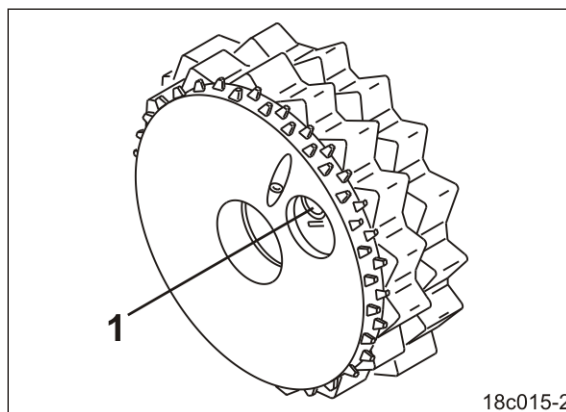

Fig. 119
1. Das Normalsärad soweit von Hand auf der Säwelle verdrehen, bis der Stift (Fig. 119/1) in der Bohrung sichtbar ist.